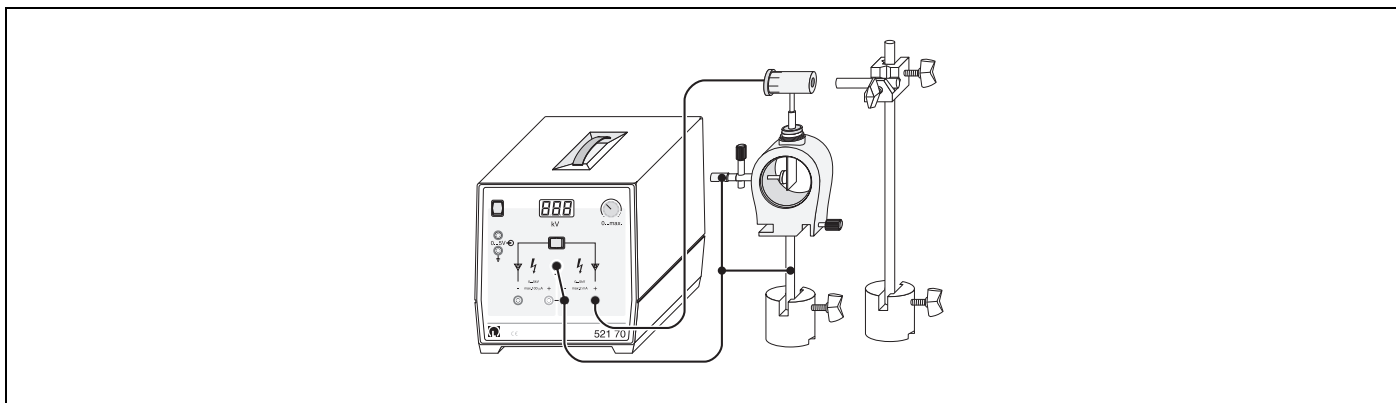
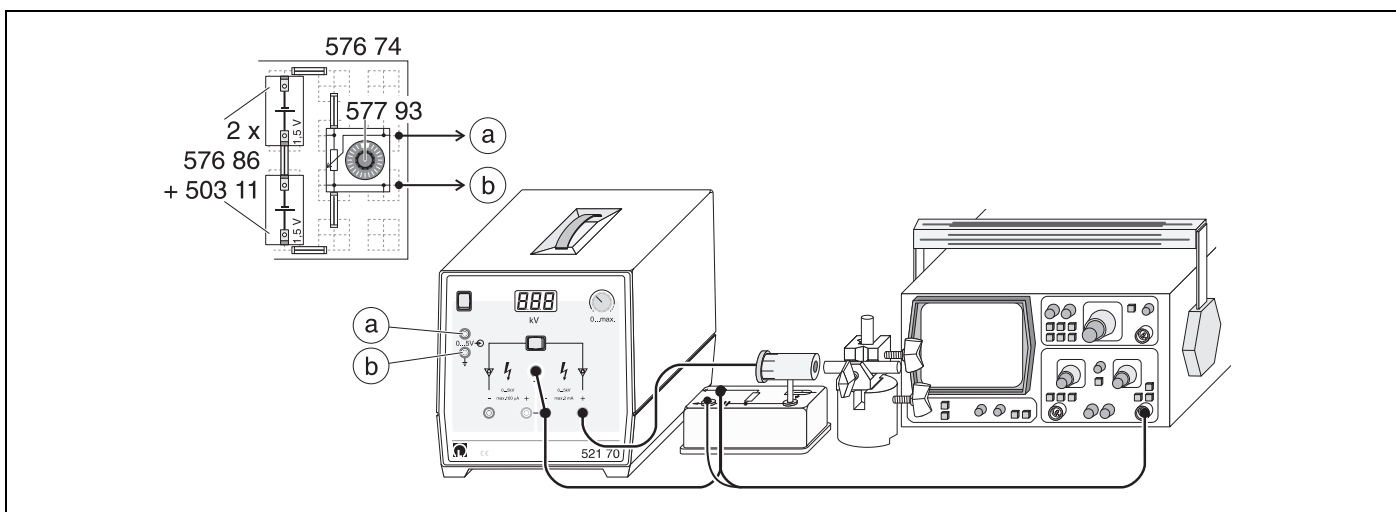
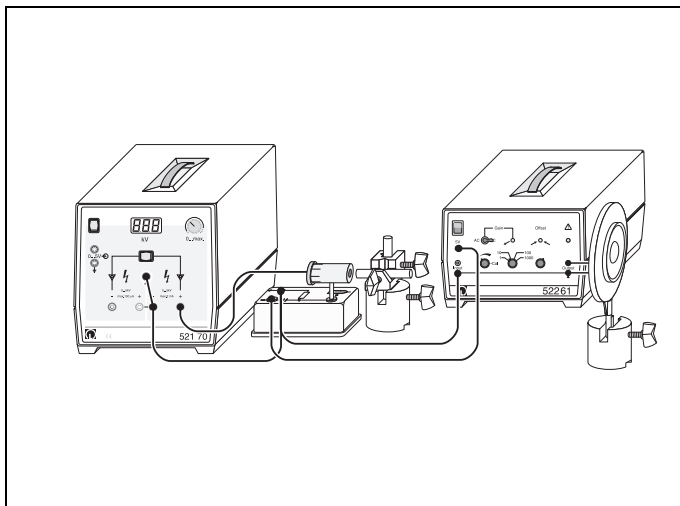

Fig. 3
Fig. 4.1
Fig. 4.2
Isolatoren der Buchsen (1.2) sowie ④ und ⑤ erforderlichenfalls mit einem nicht fasernden Lappen, der mit Spülmittel befeuchtet ist, reinigen; danach mit Warmluft trocknen; Anordnung gemäß Fig. 3 bzw. gemäß Fig. 4.1 oder Fig. 4.2 aufbauen; positiven Pol der Hochspannungsquelle über Buchse (1.2) mit der Spitzenelektrode ① verbinden.
Set up the apparatus as shown in Fig. 3 resp. Fig. 4.1 or Fig. 4.2. Connect the positive pole of the high-voltage source to the needle electrode ① via socket (1.2).